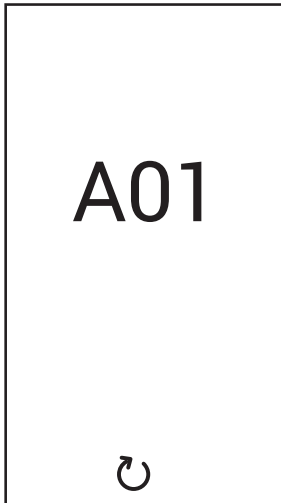

fig. 5
**Anomalía de tipo A (fig. 5):** Esta anomalía requiere una intervención manual: pulsar la tecla  aproximadamente 5 segundos. Confirmar con la tecla .